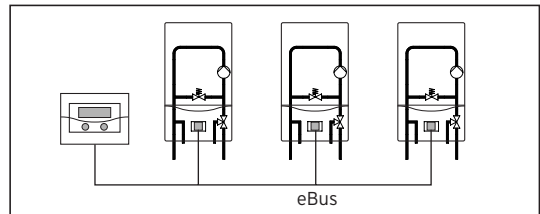

Fig. 4.1 Collegamento dell'accoppiatore bus
- Collegare l'accoppiatore bus al dispositivo centrale di regolazione auroMATIC 620 o calorMATIC 630 mediante l'apposito connettore, in modo da rendere possibile la comunicazione all'interno del sistema (Fig. 4.1).